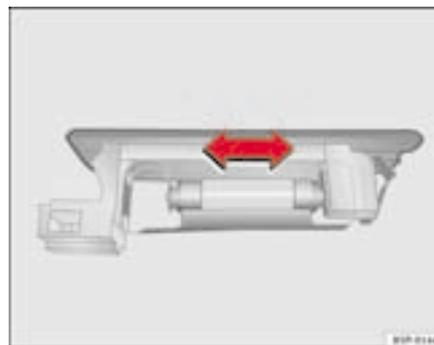

Fig. 193 Luz do porta-bagagens
- Pressionar a lâmpada na parte lateral e extraí-la do respectivo alojamento ⇒ fig. 193. ■